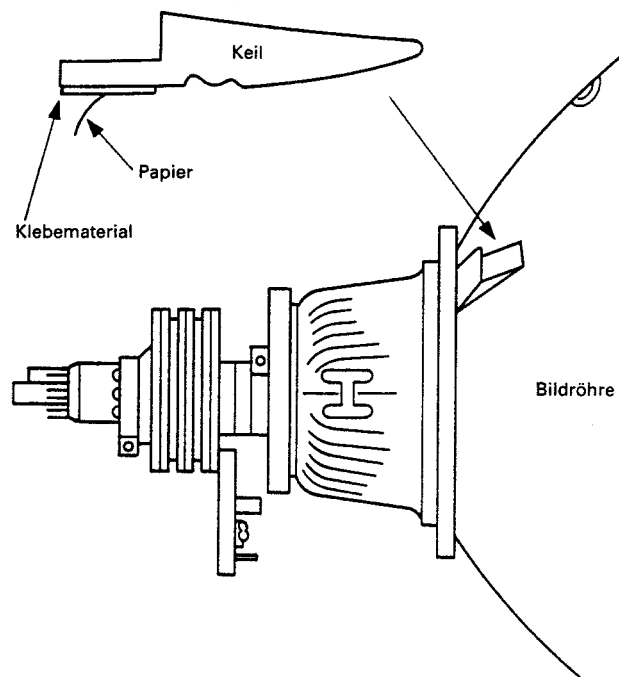

Abb. 14-9
- (5) Den Bildschirm kontrollieren und sicherstellen, dass die Konvergenz richtig eingestellt ist. Wenn nötig die Position der Gummikeile verändern und Abgleich 1-3 wiederholen.
- (6) Nachdem die Gummikeile die richtige Position bekommen haben, das Ende der Gummikeile vom Papier befreien und fest auf die Bildröhre aufkleben. (Siehe Abb. 14-9)